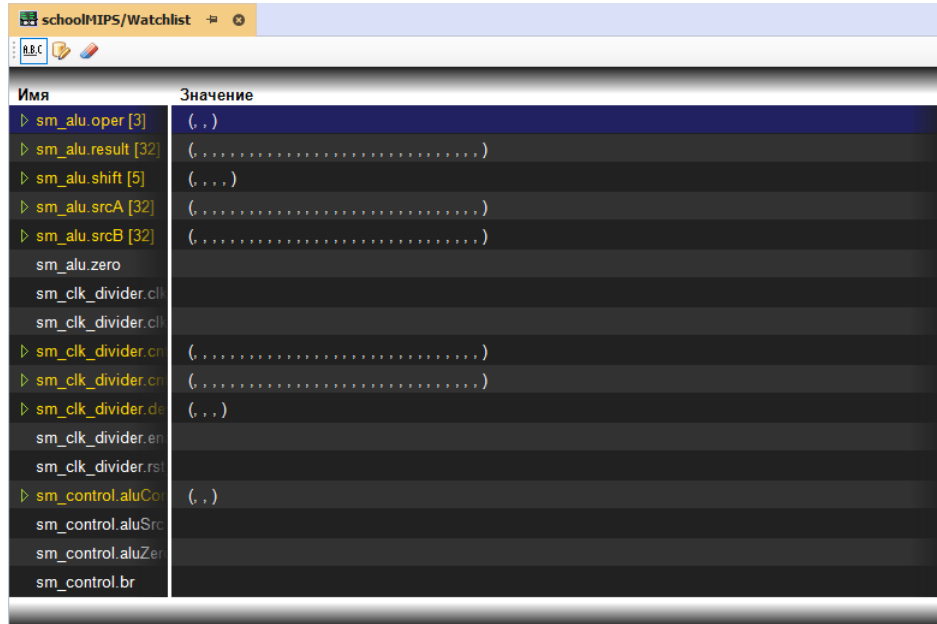

Рис. 43 Список отображаемых данных
3. Данные будут обработаны и отображены в окне списка наблюдений, см. Рис. 43.